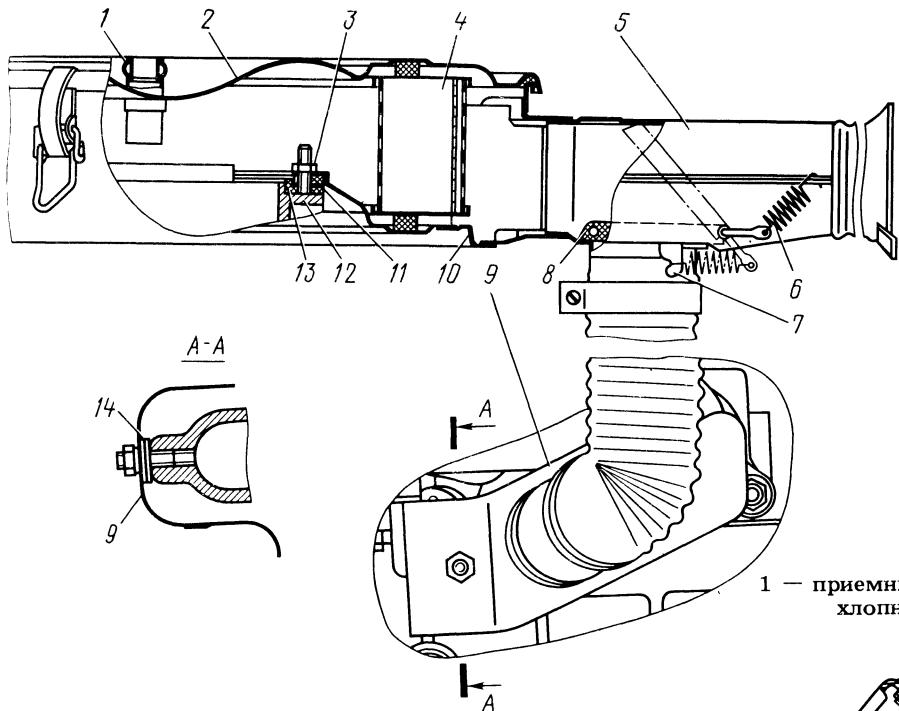

Рис. 34. Воздушный фильтр карбюратора:
**Воздушный фильтр** (рис. 34) — сухого типа, со сменным фильтрующим элементом 4 из пористого картона.